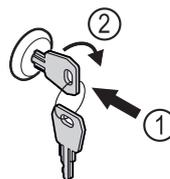

Fig. 174 Beispielhafte Darstellung
- ▶ Schlüssel hineindrücken Fig. 174 (1).
- ▶ Schlüssel um 90° im Uhrzeigersinn drehen Fig. 174 (2).